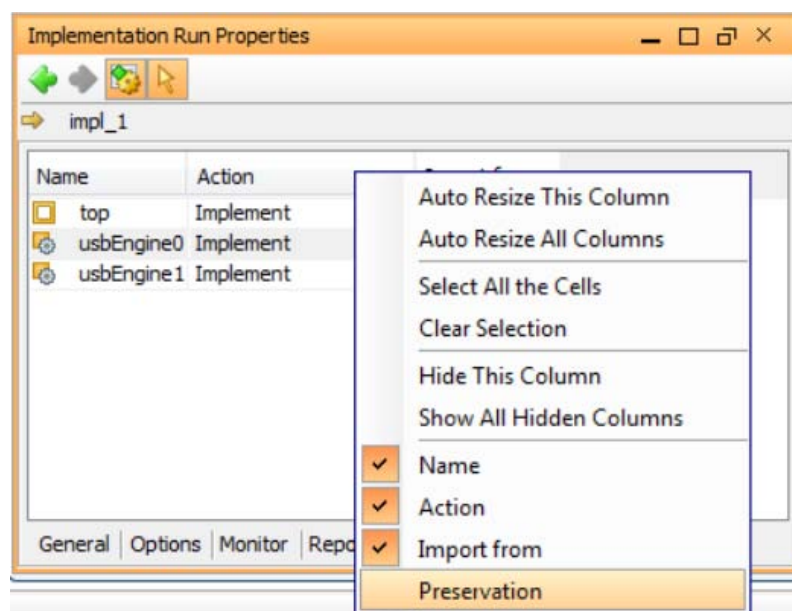

図 17 : PlanAhead に保持レベル属性を表示
4. 表のヘッダを右クリックし、[Preservation] をクリックしてこの列を表に追加します (図 17)。